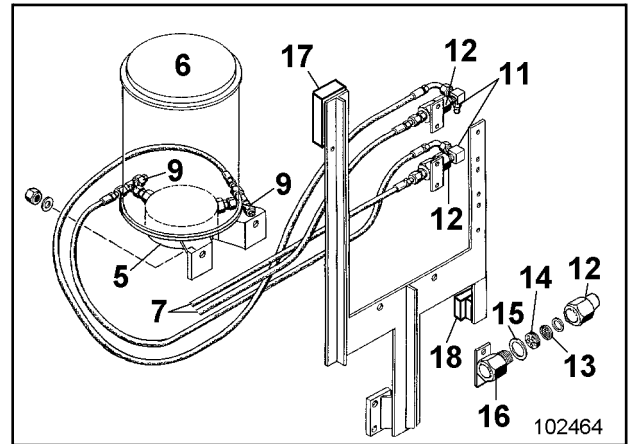
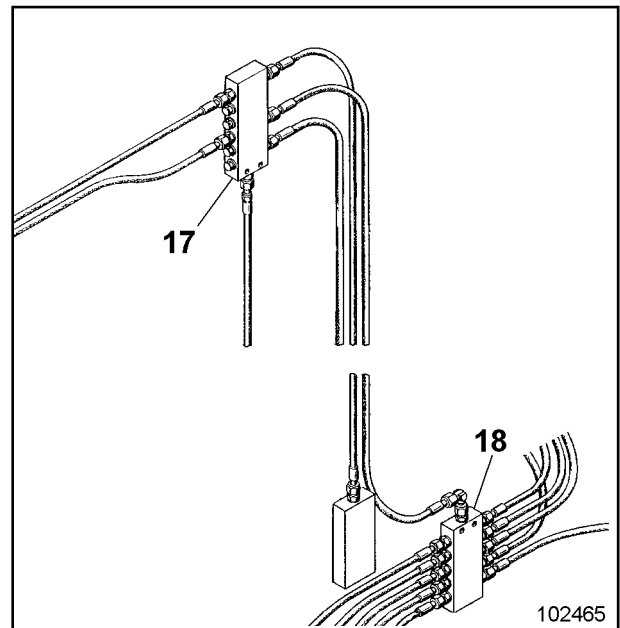

Fig. 3
Fig. 4
Die Schmierung erfolgt von einer Schmierpumpe (5, Fig. 3) mit angebautem Fettpf (6), die über die Leitungen (7) den Schmierstoff zu den Hauptverteilern (17 und 18, Fig. 3 bzw. Fig. 4) fördert. Hauptverteiler (18) entfällt bei TL-Ausrüstung.